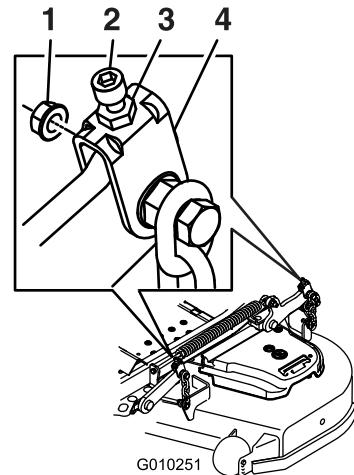

Figure 86
10. Le cas échéant, desserrez l'écrou Whizlock sur le côté de la chape et l'écrou de blocage sur le dessus (Figure 86).
17. Ajustez précisément la vis de réglage en la tournant jusqu'à obtention d'une hauteur de 8,3 mm (3 1/4 po) (Figure 86).